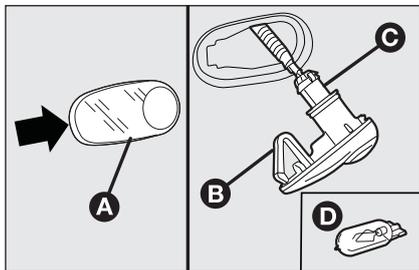

fig. 24
- intervenga en el transparente **A-fig. 24** para comprimir la tenacilla interior **B**, saque el grupo hacia el exterior;